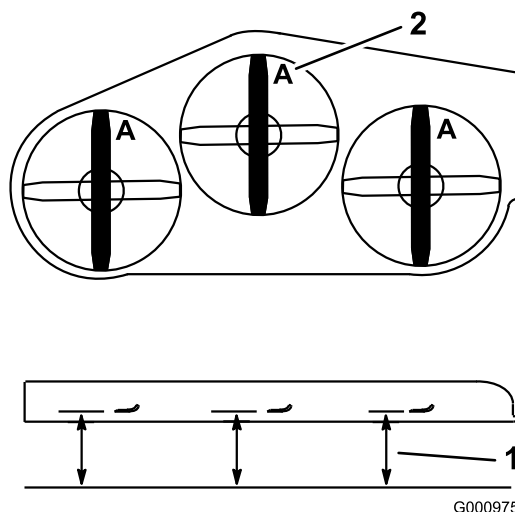

**Figura 66**
1. Inspeccione los filos de corte (Figura 66).
4. Si observa grietas, desgaste o la formación de una ranura en esta zona, instale inmediatamente una cuchilla nueva (Figura 66).